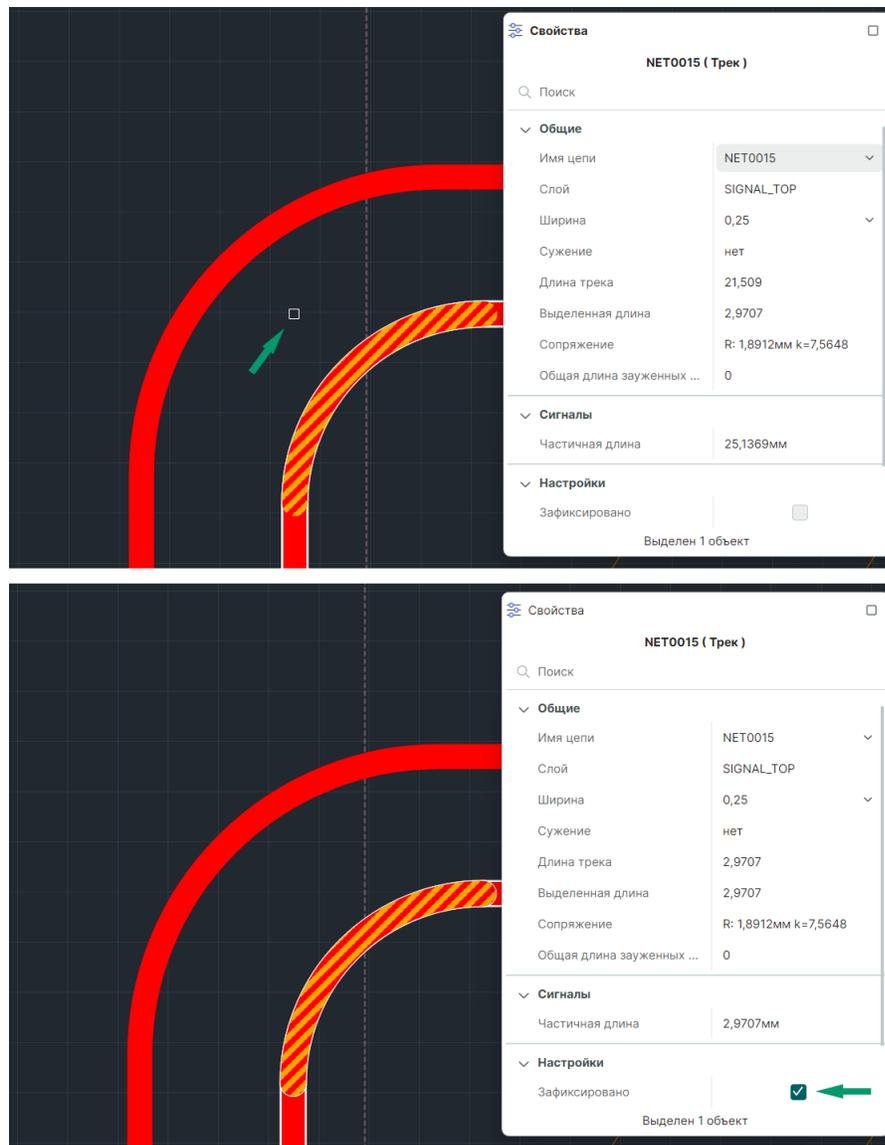

Рис. 293 Применение фиксации области трека
**Важно!** Сброс скругления с последующим изменением геометрии смежных сегментов трека, осуществляется через точку редактирования, см. Рис. 293.